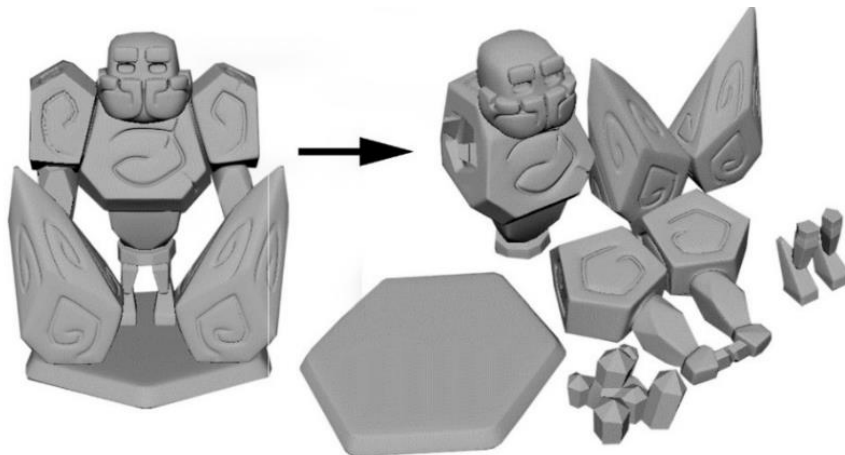

Рисунок 3 – Приклад підготовки складної моделі до 3Д друку
- варто розбити модель на окремі деталі, щоб максимально зменшити необхідність використання конструкцій, що підтримують (рис. 3);